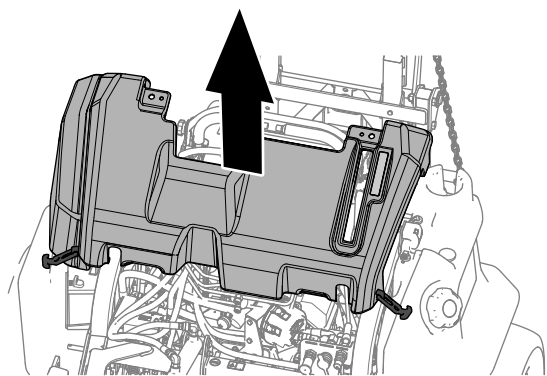

Figure 64
2. Soulevez et déposez le capot de la machine (Figure 64).